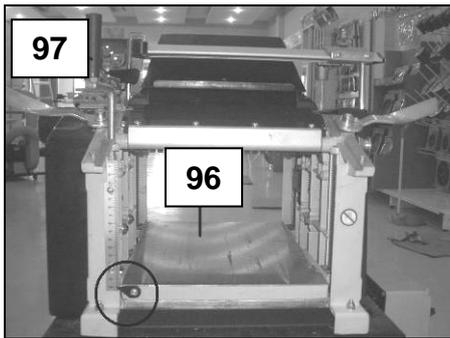

Fig 68
- Montez ou baissez la table de rabotage (96) avec la manivelle (97) (Fig 68), et réglez la hauteur voulue à l'aide de la graduation et du curseur.